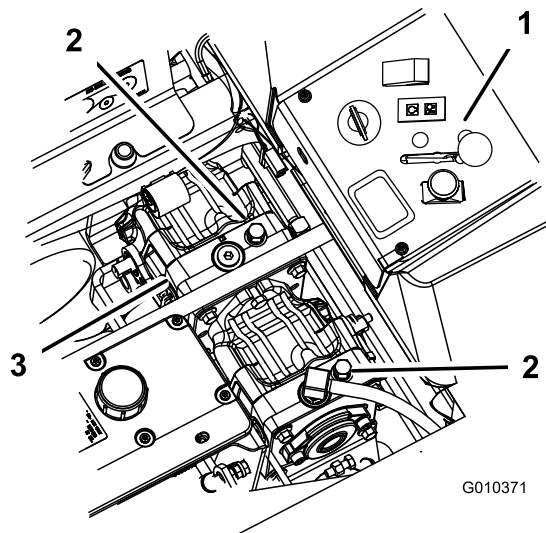

Bild 24
2. Drehen Sie die Sicherheitsventile um eine Umdrehung nach links, um die Maschine zu schieben. So kann Hydrauliköl an der Pumpe vorbei direkt zu den Rädern fließen, die sich daraufhin drehen können (Bild 24).
Drehen Sie zum Einsatz der Maschine die Sicherheitsventile eine ganze Umdrehung nach rechts (Bild 24).